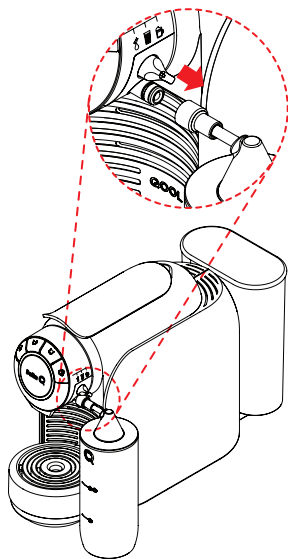

Fig. 31: Tirez soigneusement le réservoir à lait ou le tube d'aspiration du lait vers l'extérieur.
- Tirez soigneusement le réservoir à lait ou le tube d'aspiration du lait vers l'extérieur (voir **Fig. 31**).